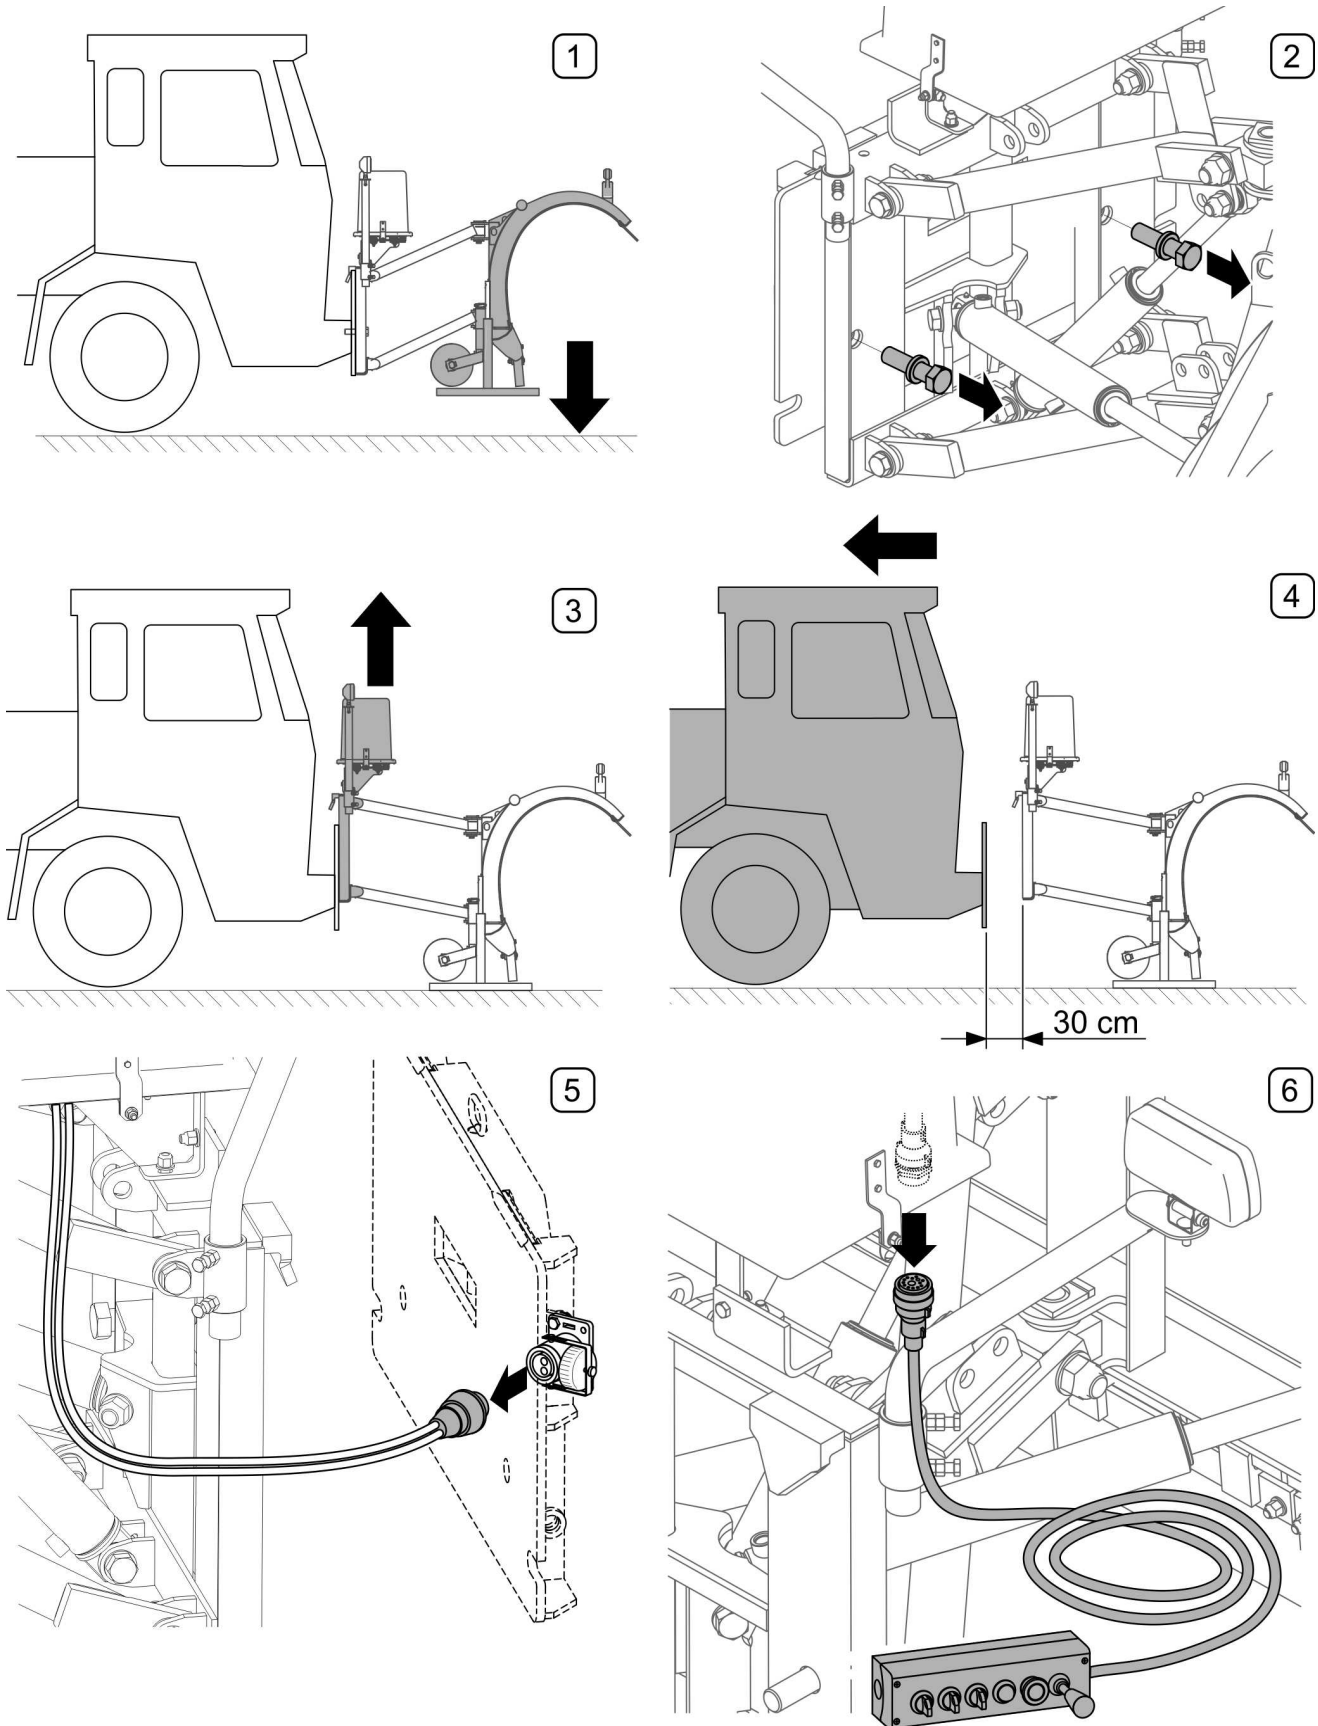

BILD 4.20 Trennung des Pfluges vom Maschinenträger (elektrohydraulische Steuerung)
Nachfolgende Schritte der Pflugabkopplung (*elektrohydraulische Steuerung*) (BILD 4.20):
- 5) Ziehen Sie die Hydraulikstecker und das elektrische Kabel vom Maschinenträger ab. Sichern Sie die Hydraulikstecker und stecken Sie den Netzstecker in die Parksteckdose am Pflugrahmen in der Halterung (BILD 4.20). Fahren Sie den Maschinenträger vom Pflug weg.